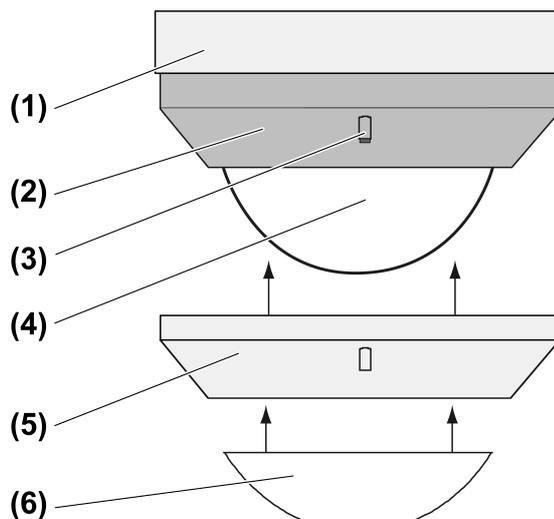

Bild 1
Hinter dem Sensorfenster (4) befinden sich eine rote und eine blaue LED (Bild 1) zur Signalisierung verschiedener Betriebszustände.